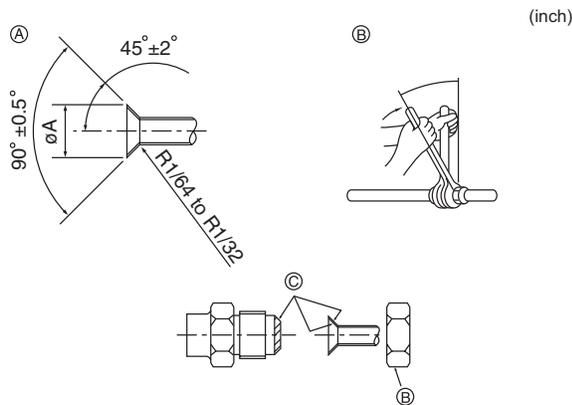

Fig. 4-1
4.1. Connexion des tuyaux (Fig. 4-1)
- (A) Dimension de l'évasement